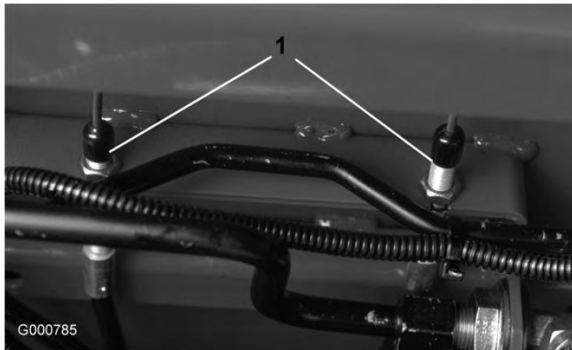

図 75
2. ブレーキの踏みしろの遊びを減らすには、まず、ブレーキ・ケーブル（図 75）の端にある前ナットをゆるめる。次に、後ろナットを締めてケーブルを後ろへ引く。行きしろが 13 mm～25 mm になるように調整する。調整ができたなら前ナットを締める。